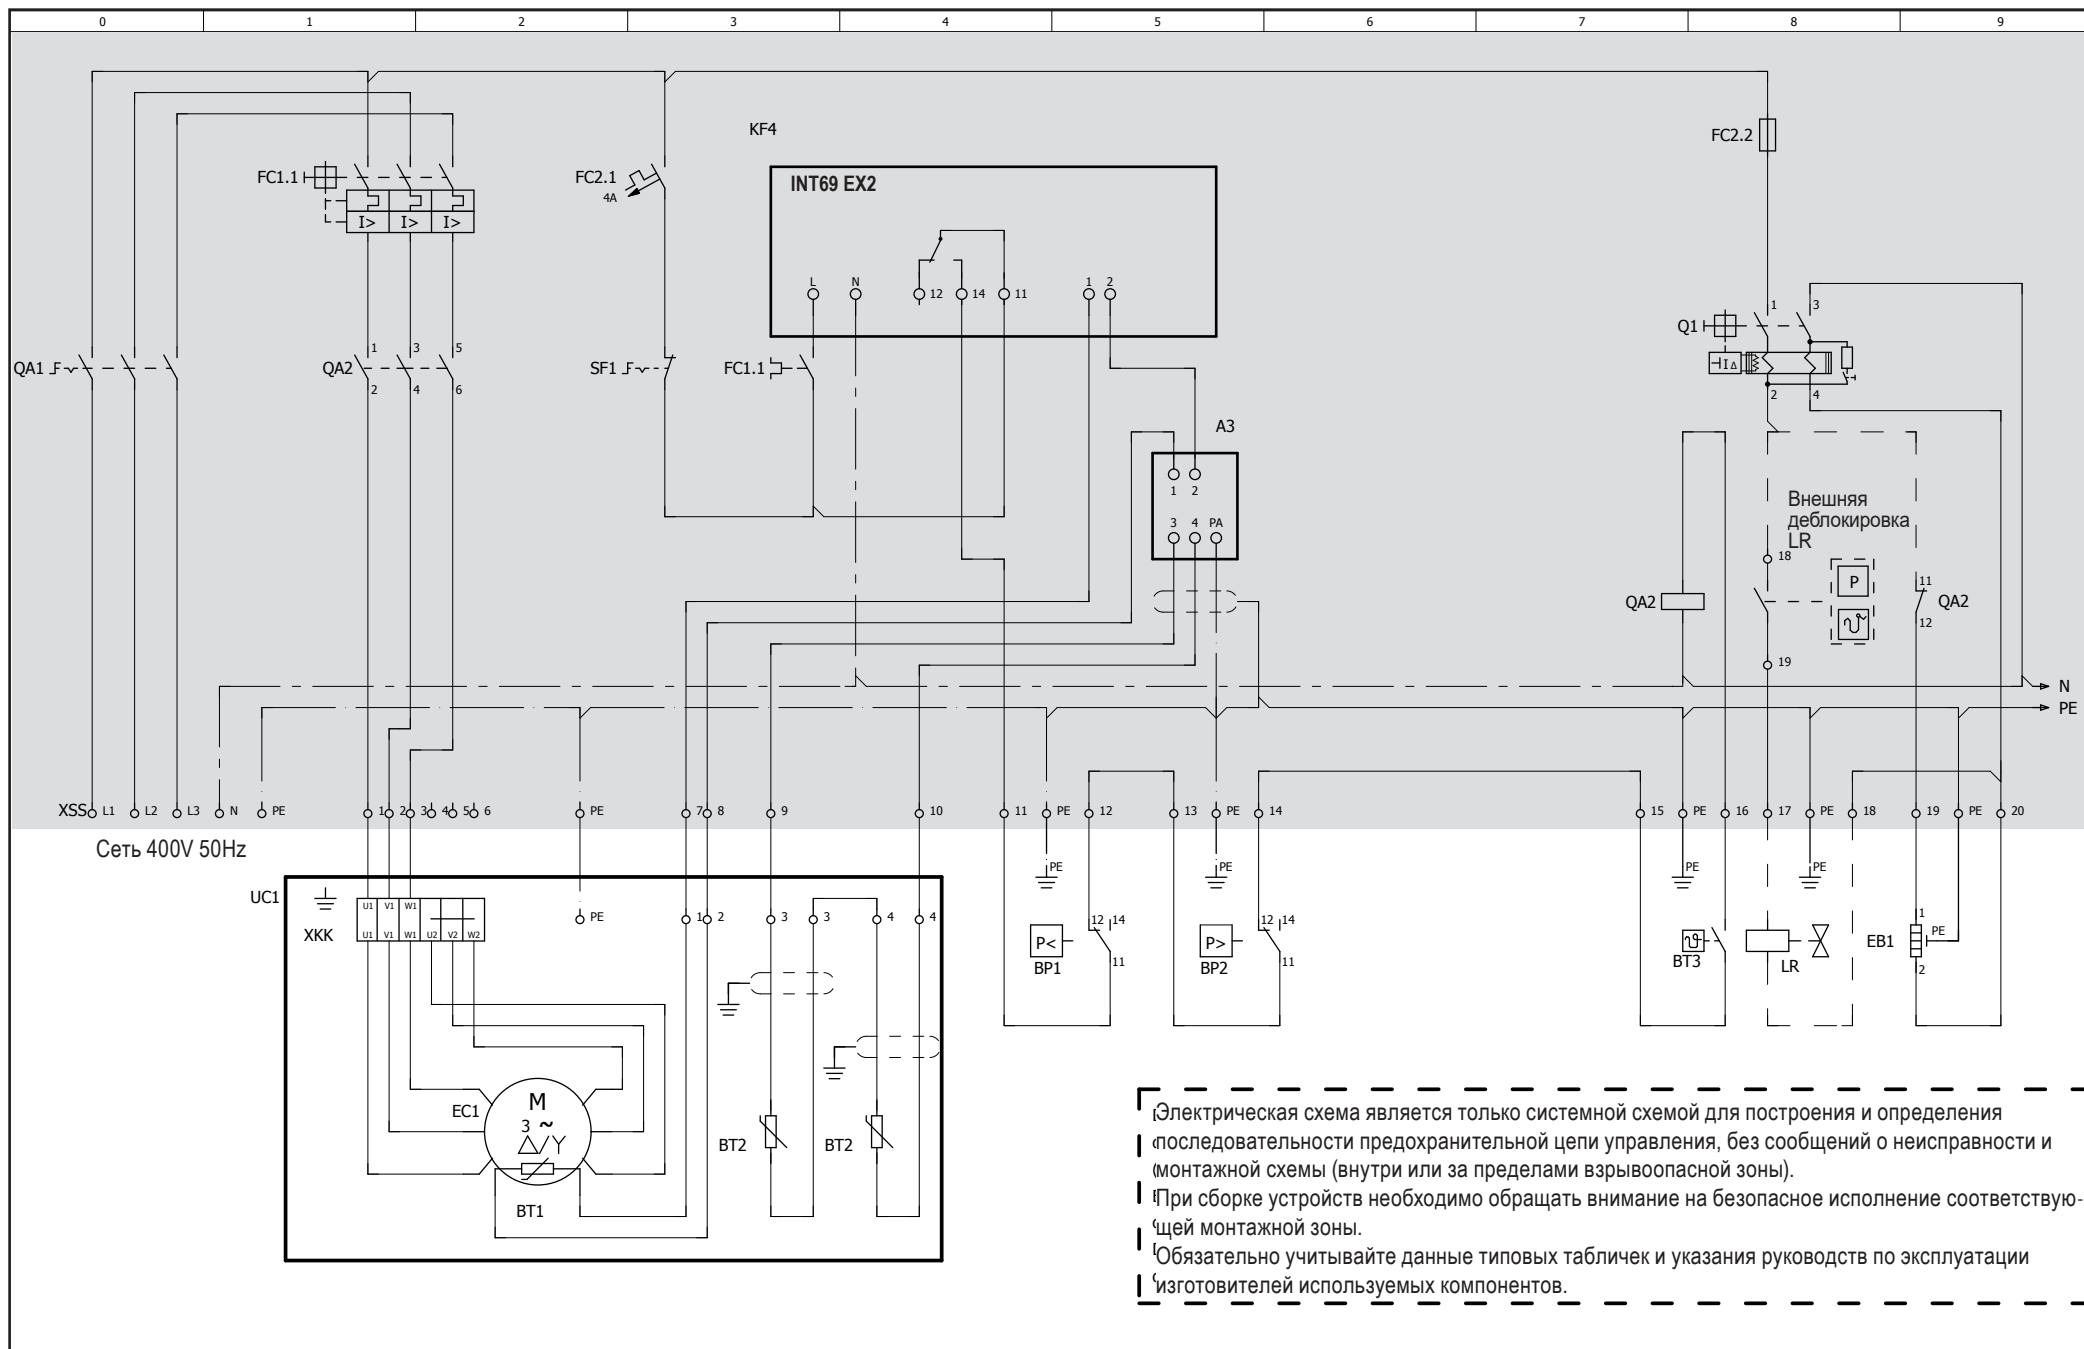

Рис. 19
- Подключение двигателя компрессора выполняется в соответствии с электрической схемой (см. рис. 19 или наклейку на внутренней стороне клеммовой коробки). При подключении соблюдайте региональные правила техники безопасности при проведении электротехнических работ, стандарты по технике безопасности (на территории ЕС: EN 60204, EN 60335 и т. д.) и предписания по монтажу электроустановок на взрывоопасных участках (на территории ЕС: EN 60079-14 и т. д.).
Выполните монтаж датчиков температуры с позисторами (РТС) двигателя компрессора, теплозащитных термостатов крышек цилиндров, системы контроля давления и температуры установки в соответствии с электрической схемой (рис. 19). Соблюдайте схему подключения датчиков РТС.